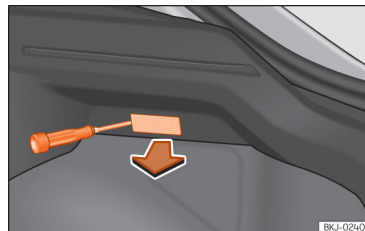

Abb. 174 Gepäckraumleuchte*
- Nehmen Sie das Lampenglas der Glühlampe durch Druck mit einem Schraubenzieher auf dessen Unterkante ab »» (Abb. 174).